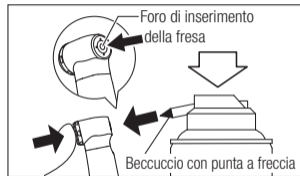

Fig. 9
- 2) Lubrificare il mandrino direttamente attraverso il foro di inserimento della fresa (Fig. 9).